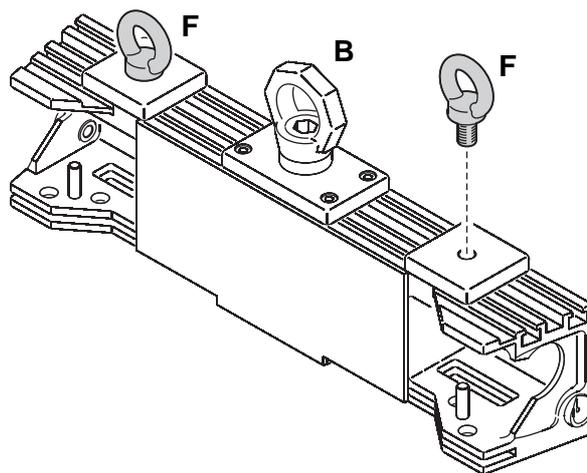

Figure 5: Anneaux supplémentaires
1. Voir Figure 5. Procurez-vous deux vis œil M12 (**F** non fournies) homologuées comme point d'accroche pour le poids total qu'elles devront soutenir. Vissez les anneaux comme indiqué ci-contre dans chaque Bloc de Tête et suspendez les Blocs par ces points.